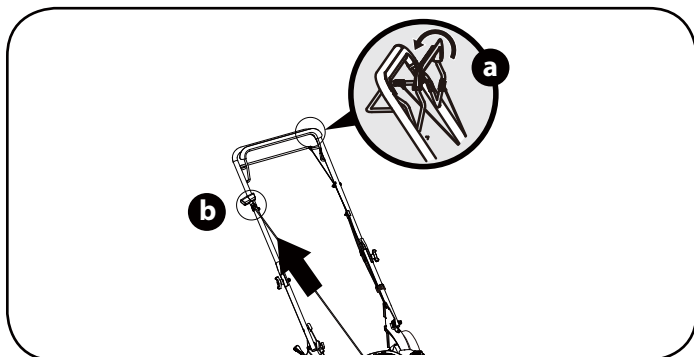

Figura 14
3. b. Jale el tirador aproximadamente 4" a 6" hasta que sienta una resistencia y luego encienda el motor jalando fuerte (vea la Figura 14). NO deje que la cuerda del cebador se regrese.